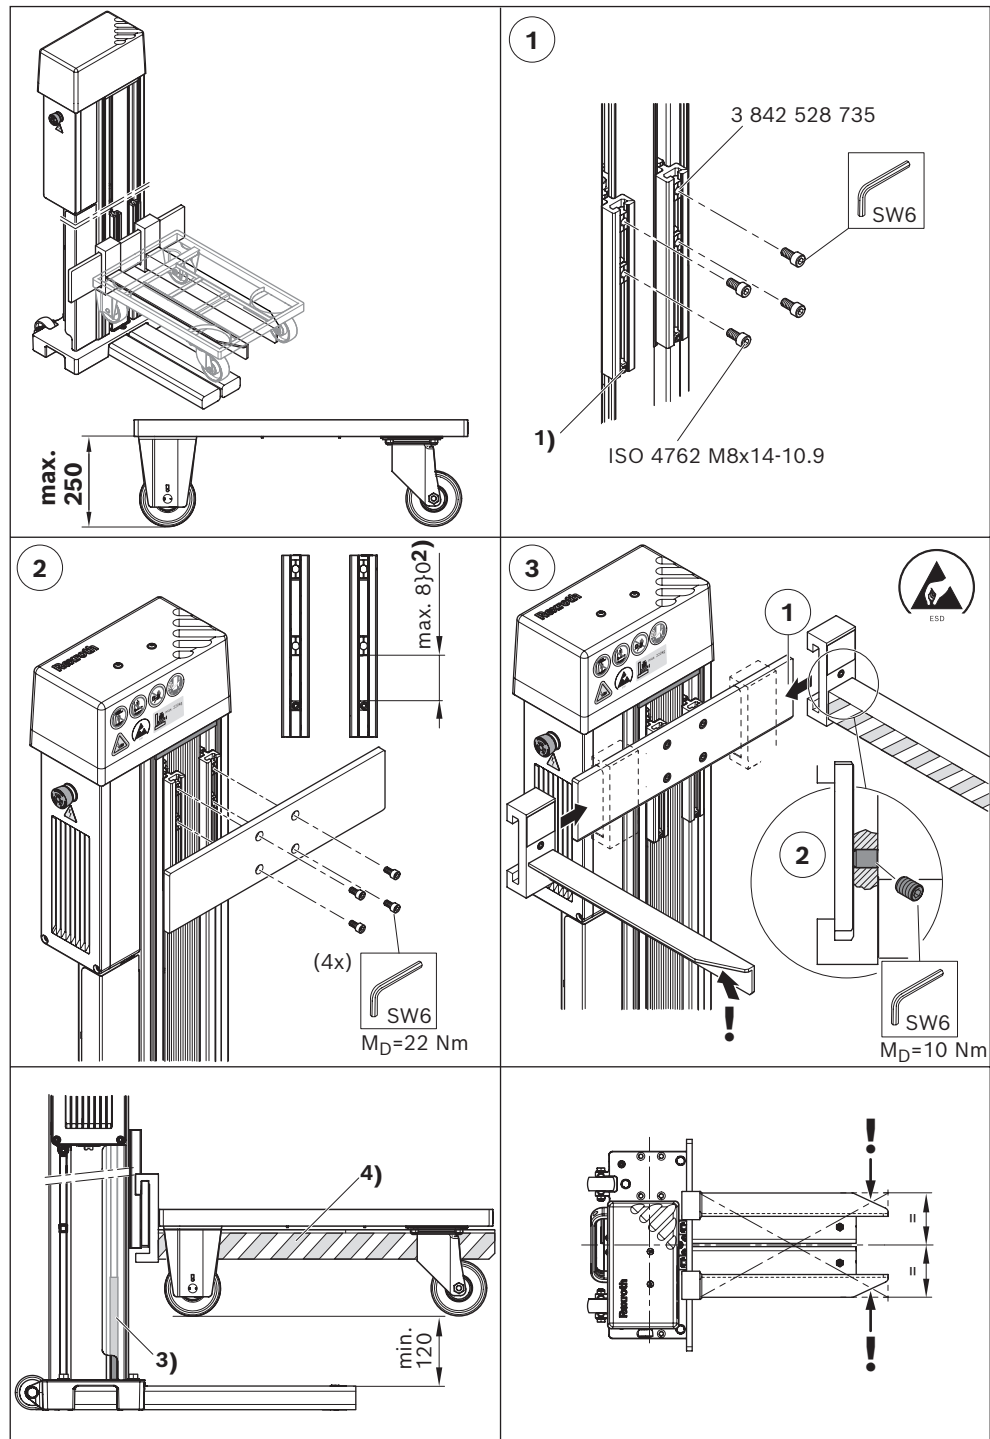

Fig. 19: Montaggio della piastra di attacco, forcelle per supporti a ruote con altezza libera dal suolo di max 250 mm
- Supporti a ruote con altezza libera dal suolo di 250 mm max (vedere Fig. 19)